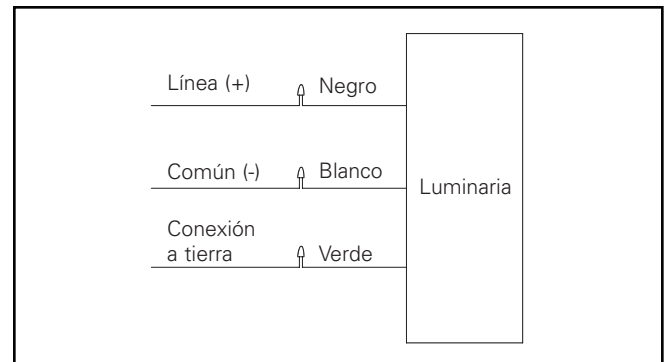

Figura 4.
2. Afloje, pero no retire los (2) tornillos de sujeción y los (2) pernos centrales.
4. Consulte los diagramas de cableado para conocer la conexión de alimentación. (Figura 4).
7. Realice las conexiones de cableado según el diagrama del cableado y empuje las conexiones al compartimento de empalme. (Figura 4.)
8. Vuelva a colocar la placa de cubierta y ajuste los (2) tornillos de la cubierta hasta 15 in-lb.